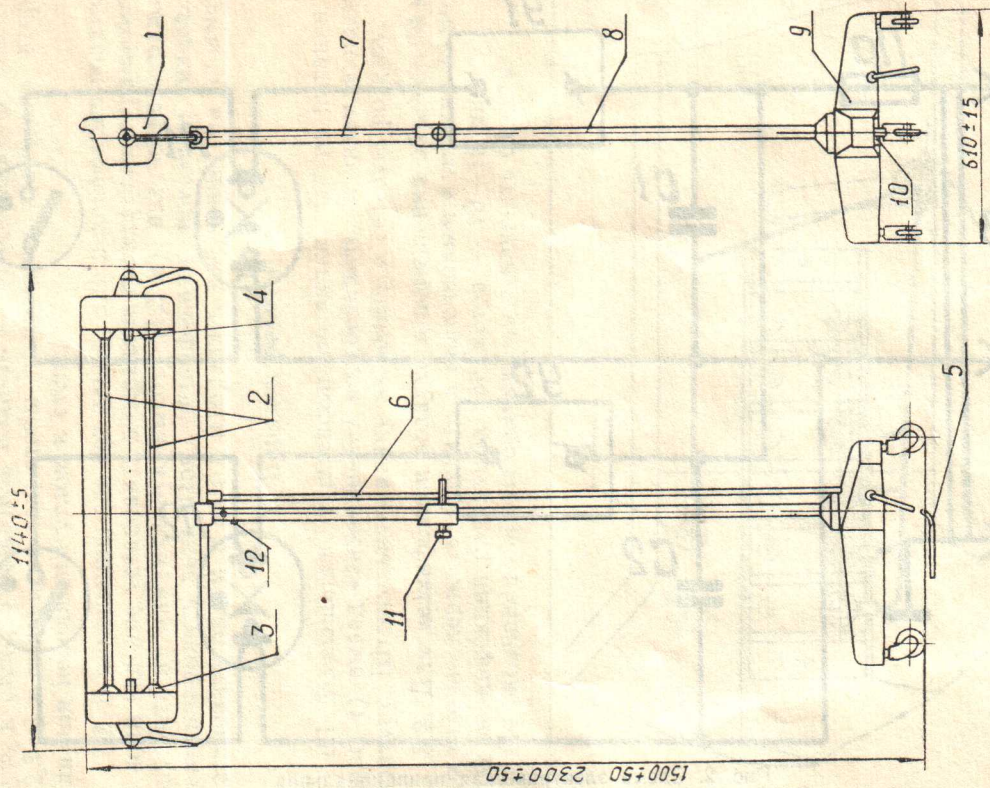

Рис. 1. Общий вид облучателя
4.1. Основные части облучателя (рис. 1): отражатель 1, основание 9, штатив 8 и две бактерицидные лампы 2.
Облучатель транспортируется в разобранном виде: отражатель, штатив, основание. Сборка производится в следующем порядке: отвернуть винты и снять поддон 10 (рис. 1), шнур 6, выходящий из отражателя, пропустить через отверстие основания 9, закрепить его хомутиком 2 (рис. 3), подсореднить концы шнура к соответствующим контактам колодки и заземляющей клемме 1, как показано на рис. 3. Привернуть поддон к основанию винтами, вернуть штатив 8 в основание. Вставить дугу отражателя в выдвигную штангу 7 штатива 8 и закрепить винтами.
8.1. Имеющийся у штепсельной вилки шнура питания 5 (рис. 1) вывод «заземление» подсоединить к заземляющему контуру. Штепсельную вилку включить в сетевую розетку.
10.2. Замена ламп 2 и стартеров 4 (рис. 1) производится без какого-либо инструмента.
Поджав подпружиненные вкладыши патронов 3 (рис. 1) лампы свободно вынимают и вставляют.
10.3. Для замены стартеров необходимо предварительно снять лампы 2 (рис. 1), затем, повернув слегка стартер против часовой стрелки, вынуть его из гнезда.